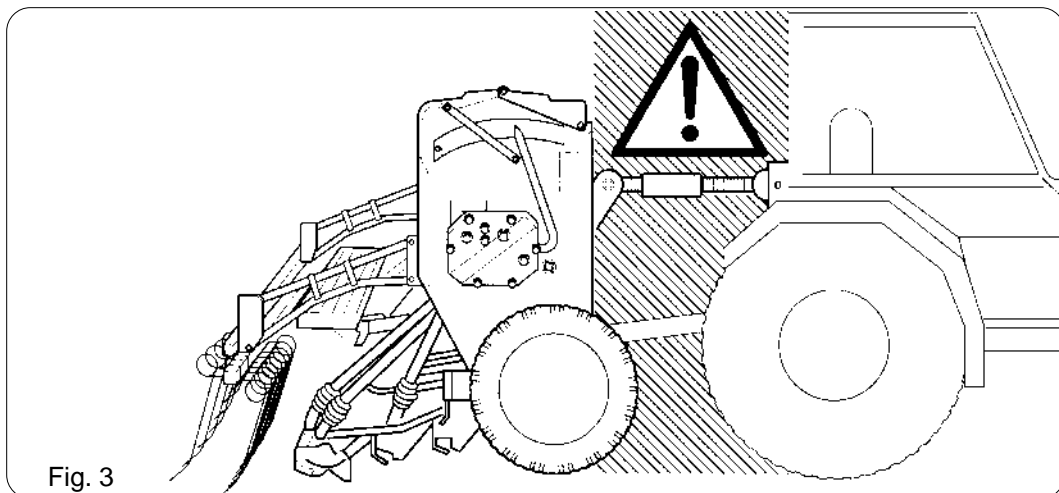

Fig. 3
23) È assolutamente vietato interporci fra il trattore e l'attacco per manovrare il comando dall'esterno per il sollevamento (Fig. 3).
24) È assolutamente vietato interporci tra il trattore e l'attrezzatura (Fig. 3) con motore acceso nonché senza aver azionato il freno di stazionamento ed aver inserito, sotto le ruote, un ceppo o un sasso di bloccaggio di adeguate dimensioni.
controls from the outside (Fig. 3).
24) It is absolutely forbidden to stand in the space between the tractor and the equipment (Fig. 3) with the engine running and without the hand brake pulled and a block or stone placed under the wheels to block them.
zwischen den Schlepper und den Anschluß zu treten, um die Hubsteuerung von aussen zu betätigen (Abb. 3).
24) Es ist strengstens verboten, bei laufendem Motor und Gerät zu treten (Abb. 3), ohne zuvor die Feststellbremse gezogen und einen Bremskeil oder einen großen Stein unter die Räder gelegt zu haben.
23) Il est absolument interdit de se mettre entre le tracteur et l'attelage pour manoeuvrer la commande de levage de l'extérieur (Fig. 3).
24) Il est absolument interdit de se mettre entre le tracteur et l'équipement (Fig. 3) si le moteur est en marche sans avoir actionné le frein de stationnement et bloqué les roues avec une cale ou un caillou aux dimensions adéquates.
23) Es absolutamente prohibido colocarse entre el tractor y el gancho para mover el mando de elevación, desde el exterior. (Fig. 3).
24) Es absolutamente prohibido colocarse entre el tractor y el equipo (Fig. 3) mientras el motor esté encendido, no se encuentre accionado el freno de mano y no se haya colocado debajo de las ruedas, un ceppo o una piedra de las dimensiones adecuadas, que sirva como bloqueo.